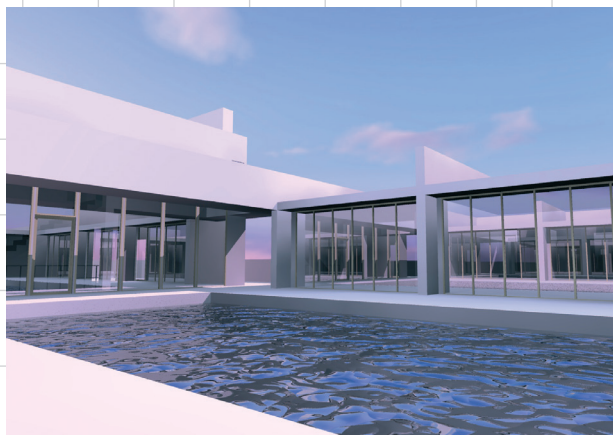

Рис. 7. Проект «Вилла»
- «Вилла» — проект частного двухэтажного жилого дома с большим бассейном во внутреннем дворике (рис. 7).